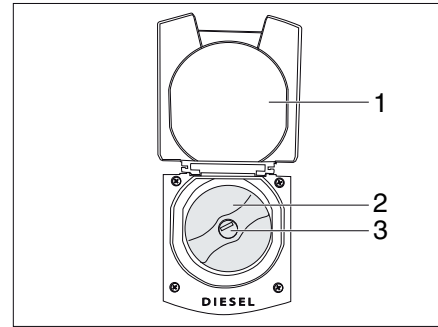

Fig. 31 Clapet de fermeture ouvert avec bec de remplissage de carburant
- Fermer le clapet de fermeture (Fig. 31,1).